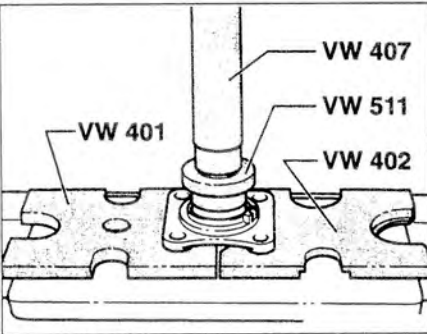

Рис. 5.93. Запрессуйте наружное кольцо подшипника в крышку корпуса.
13. Запрессуйте наружное кольцо подшипника в крышку корпуса (рис. 5.93).